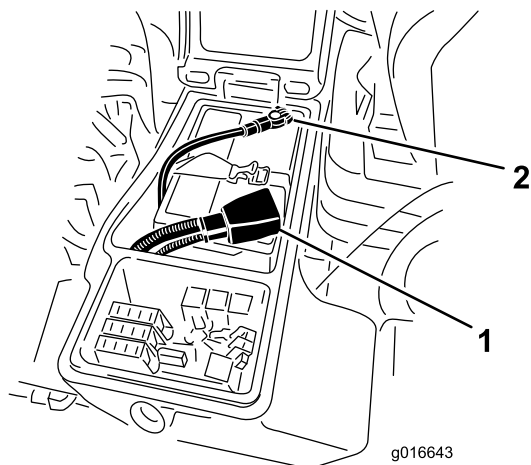

Bild 133
- Trennen Sie das Minuskabel (-) von der Batterie (Bild 133) ab.